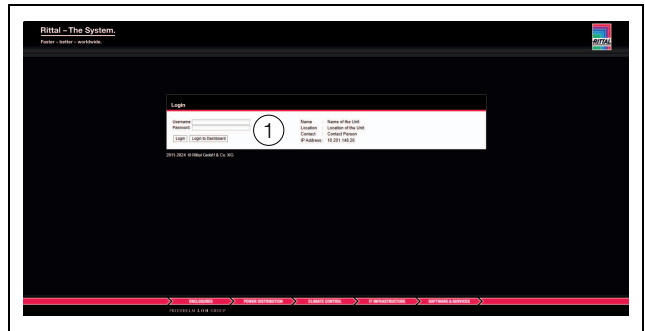

Abb. 57: Anmeldebildschirm bei einer HTTP-Verbindung
- Melden Sie sich als Benutzer **admin** mit dem Kennwort **admin an** (Abb. 57, Pos. 1).